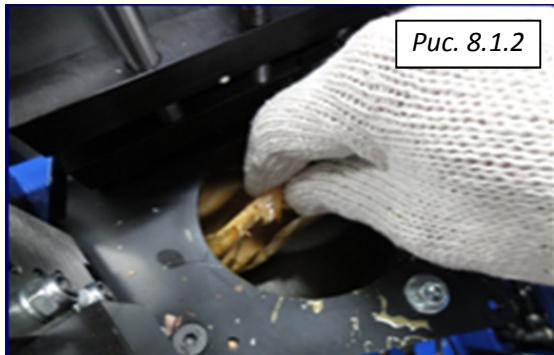

Рис. 8.1.2
4. Будьте внимательны, чтобы не обжечься. Вытяните блок (Рис. 8.1.2).